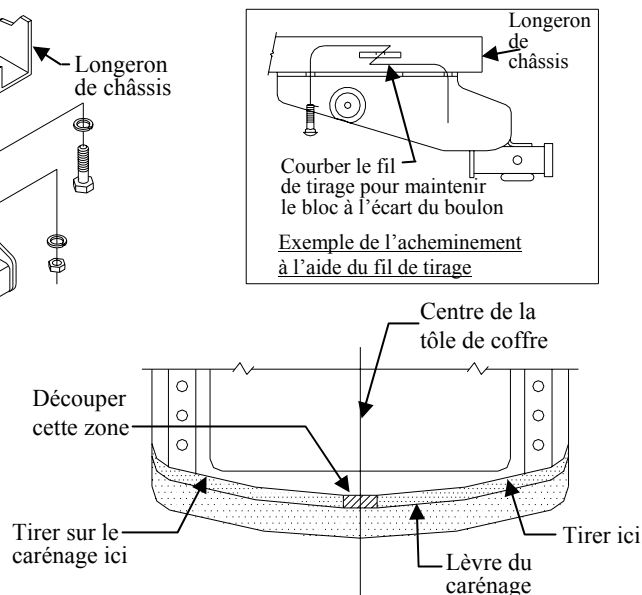

Figure 2.
- Découper une encoche sur une largeur d'environ 3-1/4 po (8,3 cm) dans la lèvre du carénage. Obtenir l'approbation du propriétaire du véhicule avant le découpage. Voir la figure 2. Remarque : La tôle du coffre est centrée sur le véhicule et peut servir de guide.
- Côté conducteur :** Retirer le support de silencieux en caoutchouc du support. Enlever les deux (2) boulons M12 et le support de silencieux. Remarque : Le support doit être détaché de l'écran thermique. Découper la languette de l'écran thermique ou dégager le rivet à l'aide d'une perceuse. Laisser aussi long de languette que possible pour l'intercaler entre le cadre de châssis et le support latéral.
- Côté passager :** Enlever deux (2) boulons M12 et le support d'arrimage.
- Soulever l'attelage en position (du côté conducteur, intercaler la languette de l'écran thermique entre le support latéral d'attelage et le longeron de châssis du véhicule), puis installer toute la visserie comme illustré. Remarque : Le carénage doit être tiré vers l'extérieur pour permettre le soulèvement de l'attelage en position. Voir la figure 2.